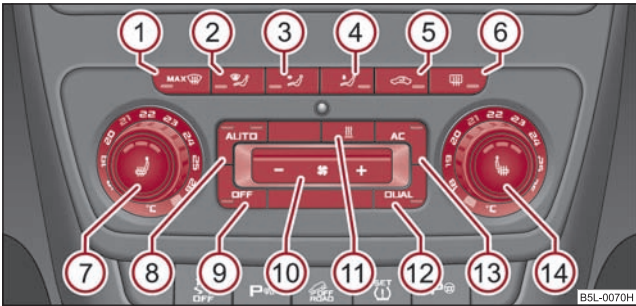

Fig. 139 Climatronic: Elementos de mando
- Pulse la tecla **AUTO** ⇒ fig. 139.
- Pulsar la tecla  ⇒ página 119, fig. 139. En la tecla se encenderá el testigo de control.
Si se empaña el parabrisas, pulse la tecla   ⇒ página 119, fig. 139. Cuando el parabrisas se haya desempañado, pulse la tecla **AUTO**.
- Pulse la tecla  ⇒ página 119, fig. 139.